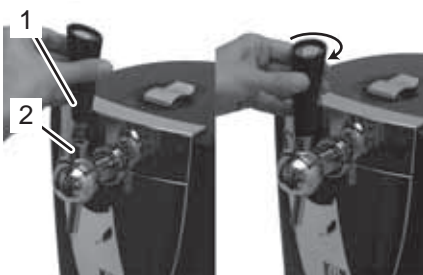

Fig. 3
2. Insérez le levier distributeur (Fig. 3/1) avec la plaquette vers la droite sur la fixation (Fig. 3/2).